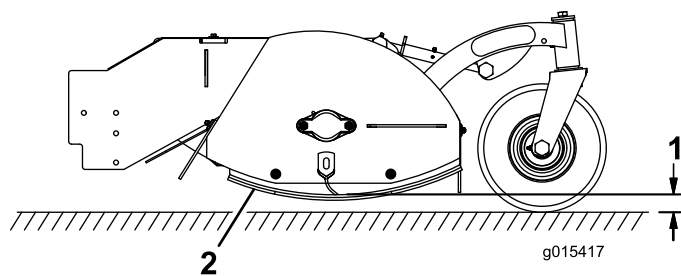

Figura 3
2. Allentate i due bulloni e i dadi di fissaggio del pattino antiscalpo, quindi alzate o abbassate in modo che risultino inferiori alle lame, ma non tocchino il terreno (Figura 3).